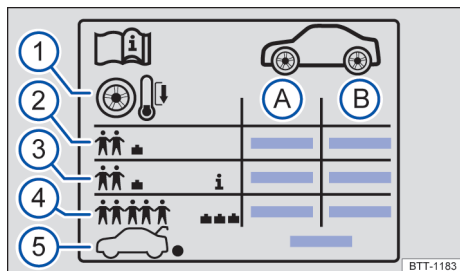

Fig. 180 Símbolos no adesivo da pressão dos pneus.
Dados que figuram no adesivo → Fig. 180:
Em função do veículo, o adesivo da pressão dos pneus pode incluir uma pressão de conforto → Fig. 180 (3). A pressão de conforto permite aumentar o conforto de condução. Quando se conduz com a pressão de conforto, pode ser que aumente o consumo de combustível.